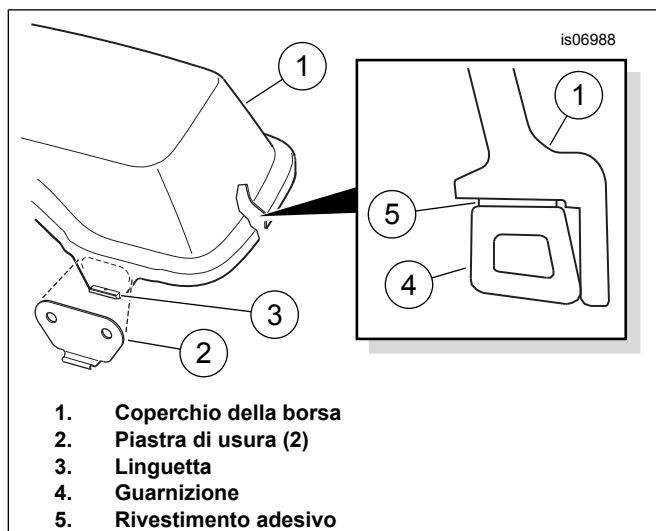

Figura 6. Assemblare le piastre di usura e la guarnizione sul coperchio della borsa
2. Vedere Figura 6. Rimuovere il rivestimento dal retro adesivo di una delle piastre di usura (2). Posizionare con cautela la piastra di usura sul coperchio della borsa (1), centrandola sulla linguetta (3) e premere decisamente per insediare. Tenere ferma la piastra di usura in posizione con una pressione costante per circa un minuto. Ripetere con la seconda piastra di usura sull'altro lato del coperchio.
- Orientare la guarnizione con il **bordo alto** verso il labbro esterno del coperchio, come indicato nella Figura 6.
4. Rimuovere gradualmente il rivestimento dal retro adesivo (Figura 6, elemento 5) della guarnizione del coperchio della borsa (4) mentre si preme la guarnizione in sede intorno al perimetro interno del coperchio (1), come illustrato.